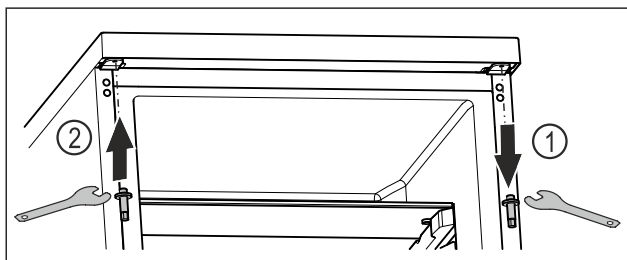

Fig. 18
- Vyskrutkujte čap vonkajším kľúčom na šesťhrannú maticu. Fig. 18 (1)
- Zaskrutkujte čap na opačnú stranu vonkajším kľúčom na šesťhrannú maticu. Fig. 18 (2)